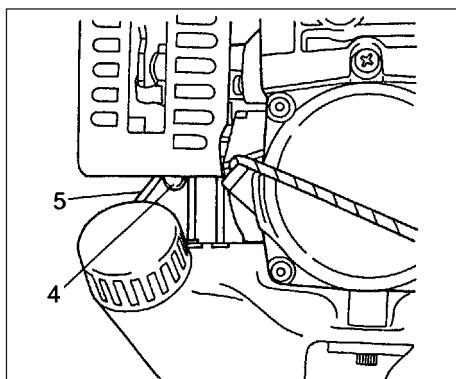

Fig. 2-2C
\* Tryk snapsepumpen (4) adskillige gange, så brændstoffet flyder gennem returøret (5) (hvis udstyret med det) (Fig. 2-2C)
2. Tryk sikkerhedsafbryderen (2) (hvis monteret)